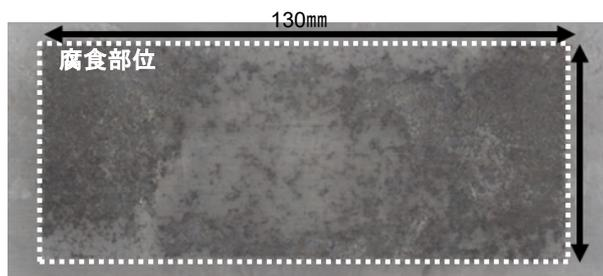

図1 腐食除去後サンプル外観写真
- 腐食試験したアルミニウム合金(ADC12ダイカスト材)の腐食生成物を薬品で除去した試料(図1)